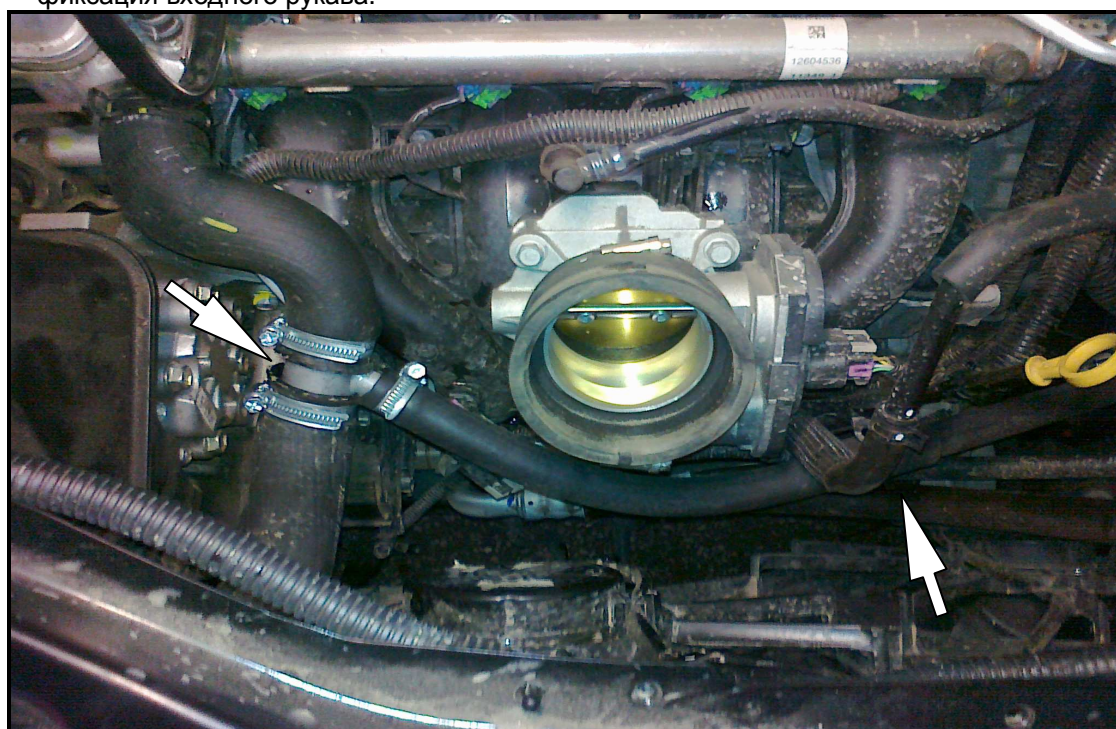

Рисунок 4. Положение выходного рукава, способ его фиксации и тройника 35x16x35.
3.8. Разрезать верхний патрубок радиатора на прямом участке, вырезать отрезок 20 мм, надеть хомуты, вставить тройник 35x16x35, боковым отводом, направленным к подогревателю (рис.4).
Выходной рукав с хомутом надеть на тройник 35x16x35 и затянуть соединение хомутами (рис.4).